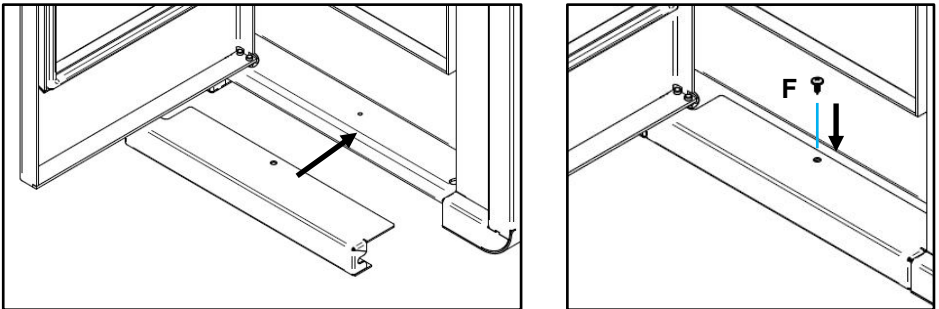

Figura 44 – Fixação do remate inferior Olive
l) Para finalizar, fixar o remate inferior do equipamento como demonstra a Figura 44, abrindo a porta e encaixar a peça de remate inferior na base do equipamento, fazendo coincidir a furação da peça com a do equipamento e de seguida fixar com um parafuso **F** (DIN 7981 4,2x13) ou parafuso (ISO 3780 M5x12).